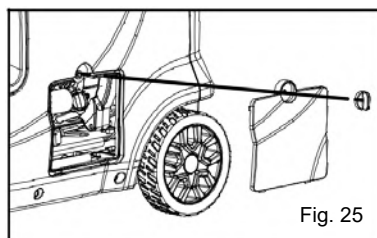

Fig. 25
2. Deșurubați butonul capacului de la intrarea de ulei și scoateți capacul din panoul lateral (Fig. 25).